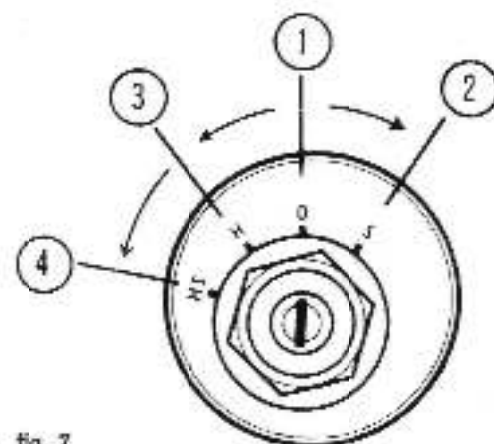

Fig. 7
- Lancer le démarreur en plaçant la clef du contacteur de démarrage sur la position « S » départ (start) fig. 7 ou en actionnant le bouton ou la tirette de démarrage.
- Engager la position chauffage (heat). (3, fig. 7) du contacteur de démarrage ou appuyer sur le bouton de chauffage 15 à 20 secondes.
- Accélération à fond — amener le contacteur à la position chauffage-démarrage (heat/start), (4, fig. 7) ou en maintenant le bouton de chauffage, engager, appuyer sur la commande de démarreur, de façon à lancer le démarreur.